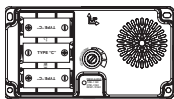

Figure 3
3. Insérez 3 piles alcalines « C » (non incluses) dans la base de carillon. Assurez-vous que les piles sont insérées conformément au diagramme situé à l'intérieur du carillon (voir la Figure 3).